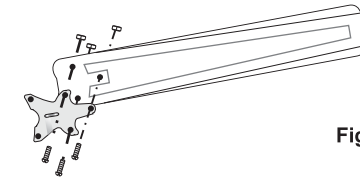

Fig.02
-Fixe o conjunto de garra e pá (já fixados conforme fig. 02) no motor com parafusos (25) e porcas (20). **Obs: As garras devem estar fixadas na parte superior do motor (fig 01), e as pás devem ficar levemente inclinadas para cima, proporcionando assim uma maior área de ventilação.**